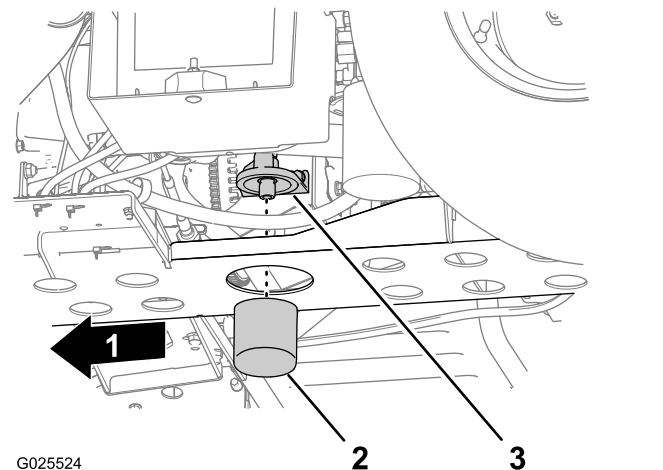

Bild 45
5. Nehmen Sie den Ölfilter vom Filteradapter ab (Bild 45).
6. Wischen Sie die Dichtung des Filteradapters ab (Bild 45).
8. Schrauben Sie den Filter auf, bis die Dichtung die Dichtung des Filteradapters berührt. Ziehen Sie den Filter dann noch um eine $\frac{1}{2}$ bis $\frac{2}{3}$ Umdrehung an (Bild 45).